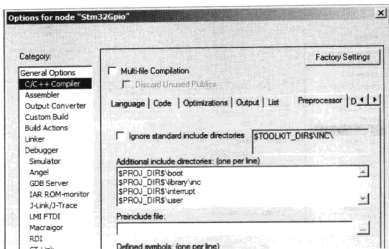

图 6.1.8 添加头文件包含路径
b) 切换至 C/C++ Compiler 界面 Preprocessor 选项卡,如图 6.1.8 所示,在 Additional include directories:(one per line)中输入头文件包含路径,如下所示: